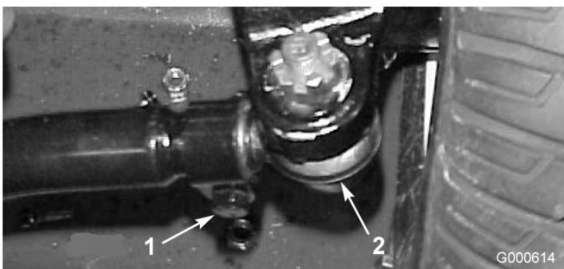

Bild 50
2. Entfernen Sie den Splint und die Mutter von einem der Spurstangen-Kugelgelenke (Bild 50). Entfernen Sie das Spurstangen-Kugelgelenk vom Achsständer.
3. Lockern Sie die Klammern an beiden Enden der Spurstangen (Bild 50).